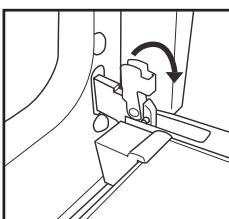

Рис. 1
- Підніміть фіксатори та натисніть на них уперед до кінця (рис. 1).